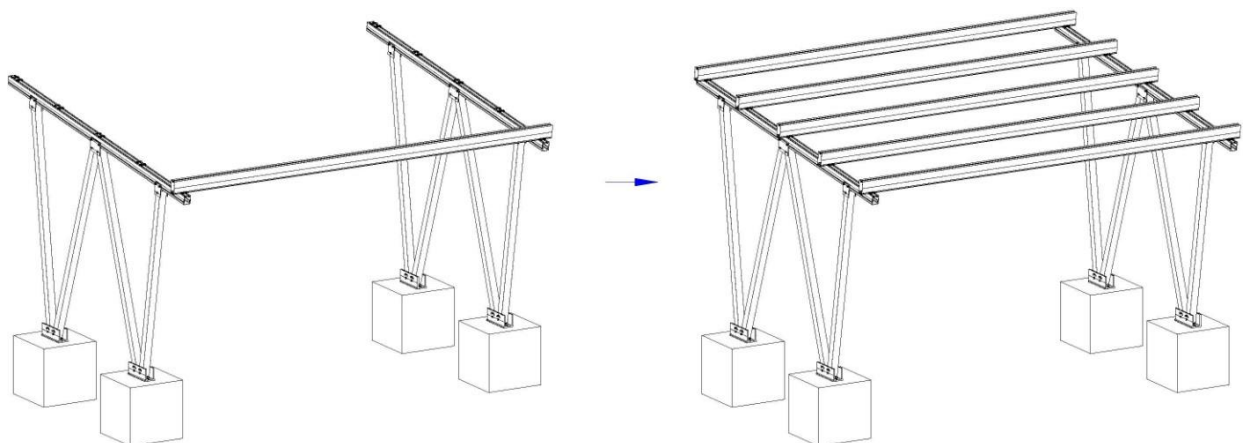

Abbildung 13
3) Wiederholen Sie die obigen Schritte, um die Installation der restlichen DP 180-Schienen abzuschließen. Siehe Abbildung 13, um die beiden Enden aller Schienen auszurichten und sicherzustellen, dass die Spezifikation der gesamten Montagestruktur mit der Zeichnung übereinstimmt.